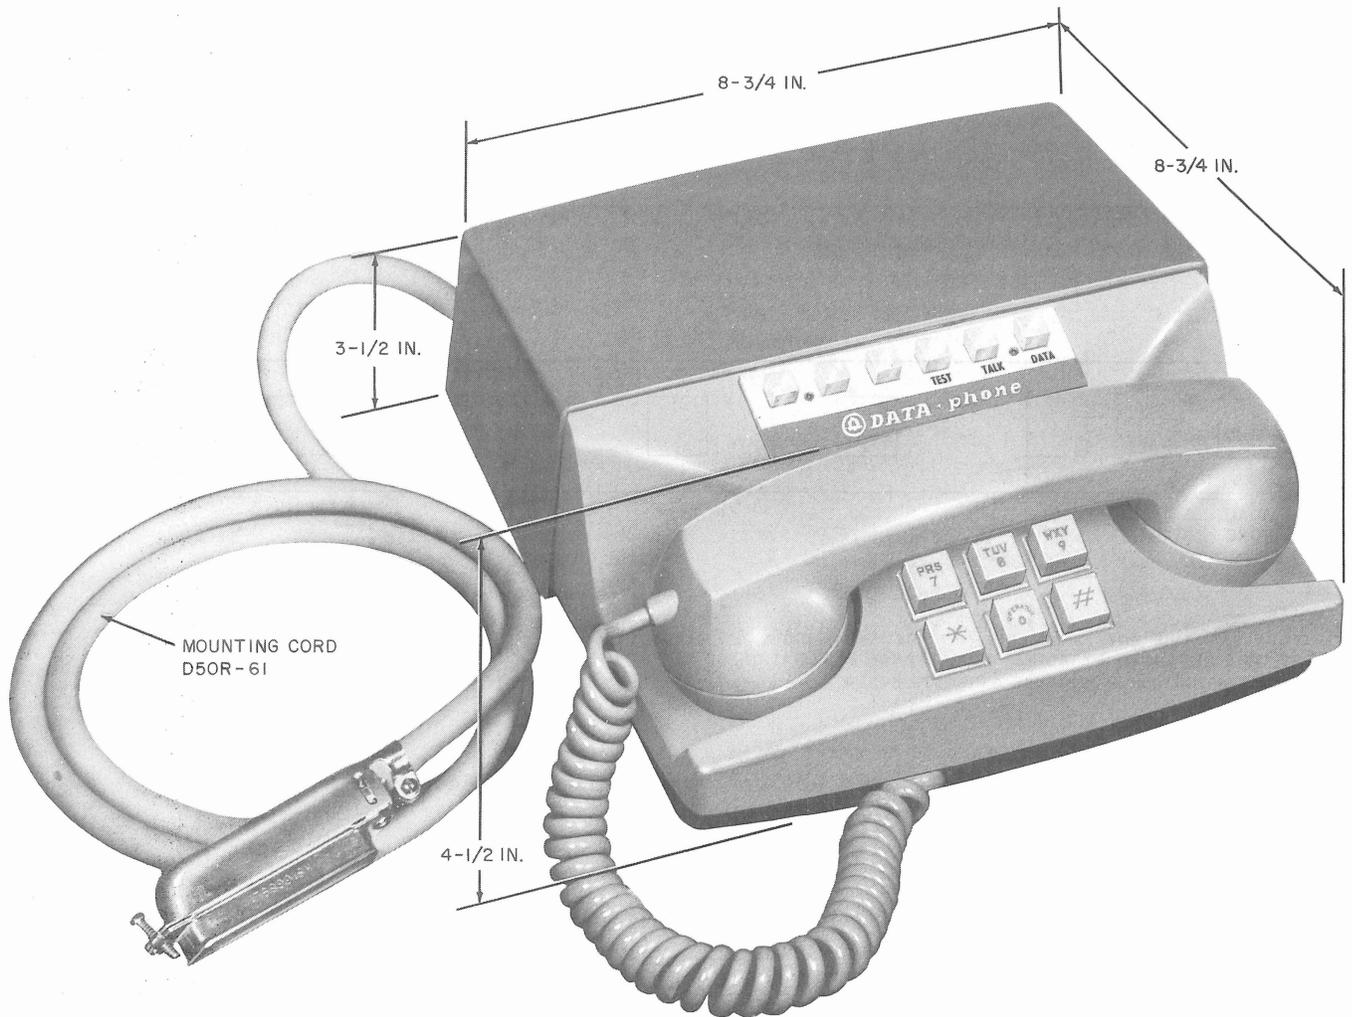

Fig. 2—Data Auxiliary Set 804A3, 804A4, 804A7, or 804A8
2.02 DAS 804A7 and 804A8 replace DAS 804A3 and 804A4, respectively (Fig. 2). These